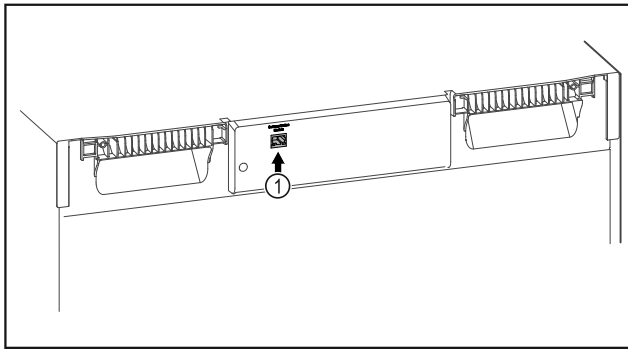

Fig. 85
- SmartModule Fig. 85 (1) on sisse pandud.